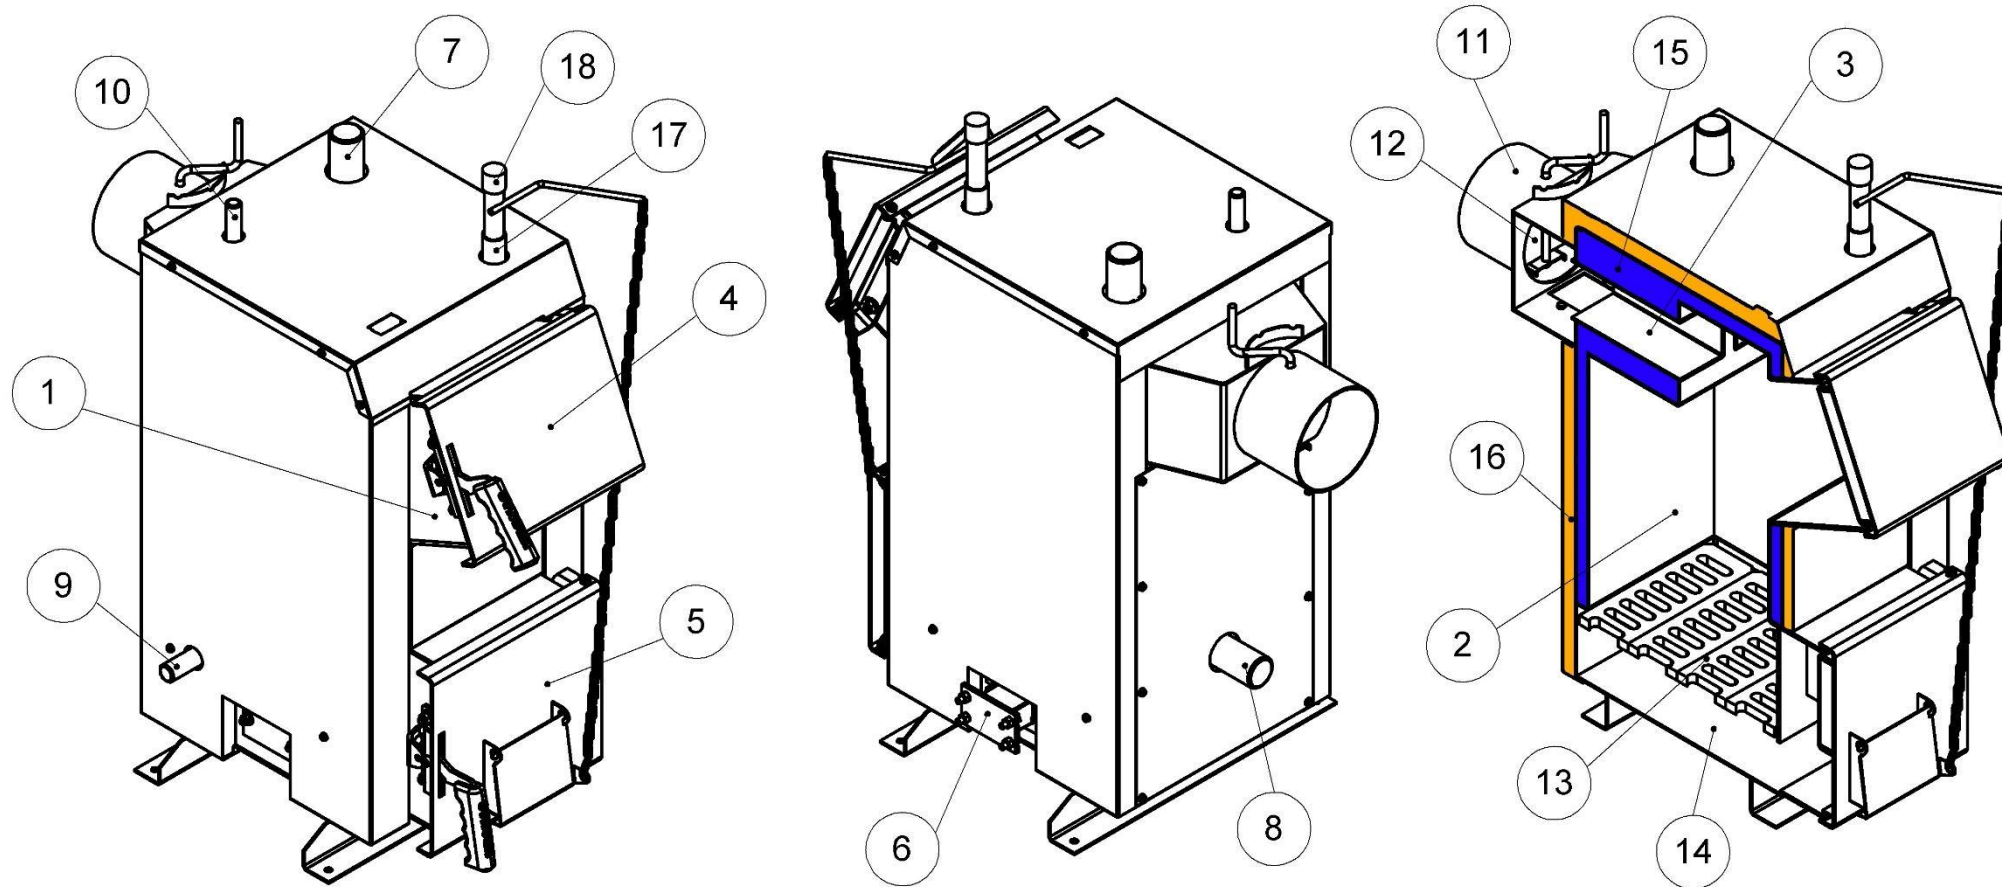

Рисунок 5.1 – Зовнішній вигляд та основні елементи котла (серія Еко)
- у котлі **Еко** – під колосникові ґрати крізь дверцята подачі повітря. Кількість повітря, необхідного для процесу згоряння, регулюється механічним регулятором тяги (поз. 18, рис. 5.1), який шляхом натягу або послаблення ланцюга керує положенням кришки дверцят. *Регулятор тяги не входить до комплекту поставки котла.*
Регулятор тяги (поз. 18, рис. 5.1) необхідно приєднати до патрубку з внутрішньою різьбою, який знаходиться у верхній частині корпусу (рис. 5.1). Різьбове з'єднання при цьому потрібно ущільнити. Регулятор повернути таким чином, щоб наконечник для закріплення шестигранного важеля (з комплекту регулятора) був направлений вправо.